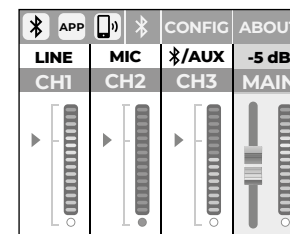

Fig. 1
El compartimento de acceso al paquete batería se halla en la parte inferior del subwoofer. Para acceder a la batería, quite los tornillos de fijación de la tapa (Fig. 1)
1. Coloque el subwoofer sobre una superficie llana y perfectamente horizontal (Fig. 1).
**5.1 | PANTALLA MENÚ PRINCIPAL (Fig.1)**